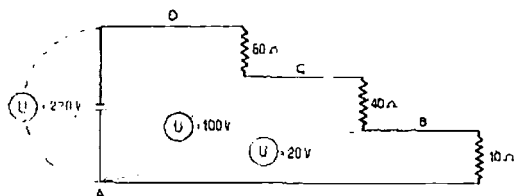

Fig. 33. — Căderea de tensiune într'un circuit electric
19. Căderea de tensiune. Să montăm circuitul arătat în fig. 33 compus dintr'o sursă de curent și trei rezistențe de 60, 40 și 10  $\Omega$ , parcurs de un curent având intensitatea de 2 A. Cu ajutorul unui voltmetru să măsurăm tensiunea menținând o clemă a acestuia la borna A a sursei de curent, iar cealaltă clemă o vom muta în diferite puncte ale circuitului prin care trece curentul.